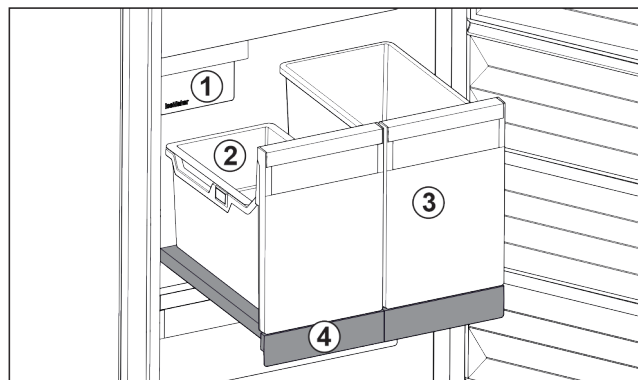

Fig. 190 Auszugsbord mit IceTower
Auf dem Auszugsbord sind zwei hohe Behälter (IceTower). Im Behälter Fig. 190 (2) werden Eiskwürfel aus dem IceMaker gesammelt und gelagert. Behälter Fig. 190 (3) eignet sich für die Lagerung von hohen Lebensmitteln wie Pizzen oder alkoholischen Getränken.